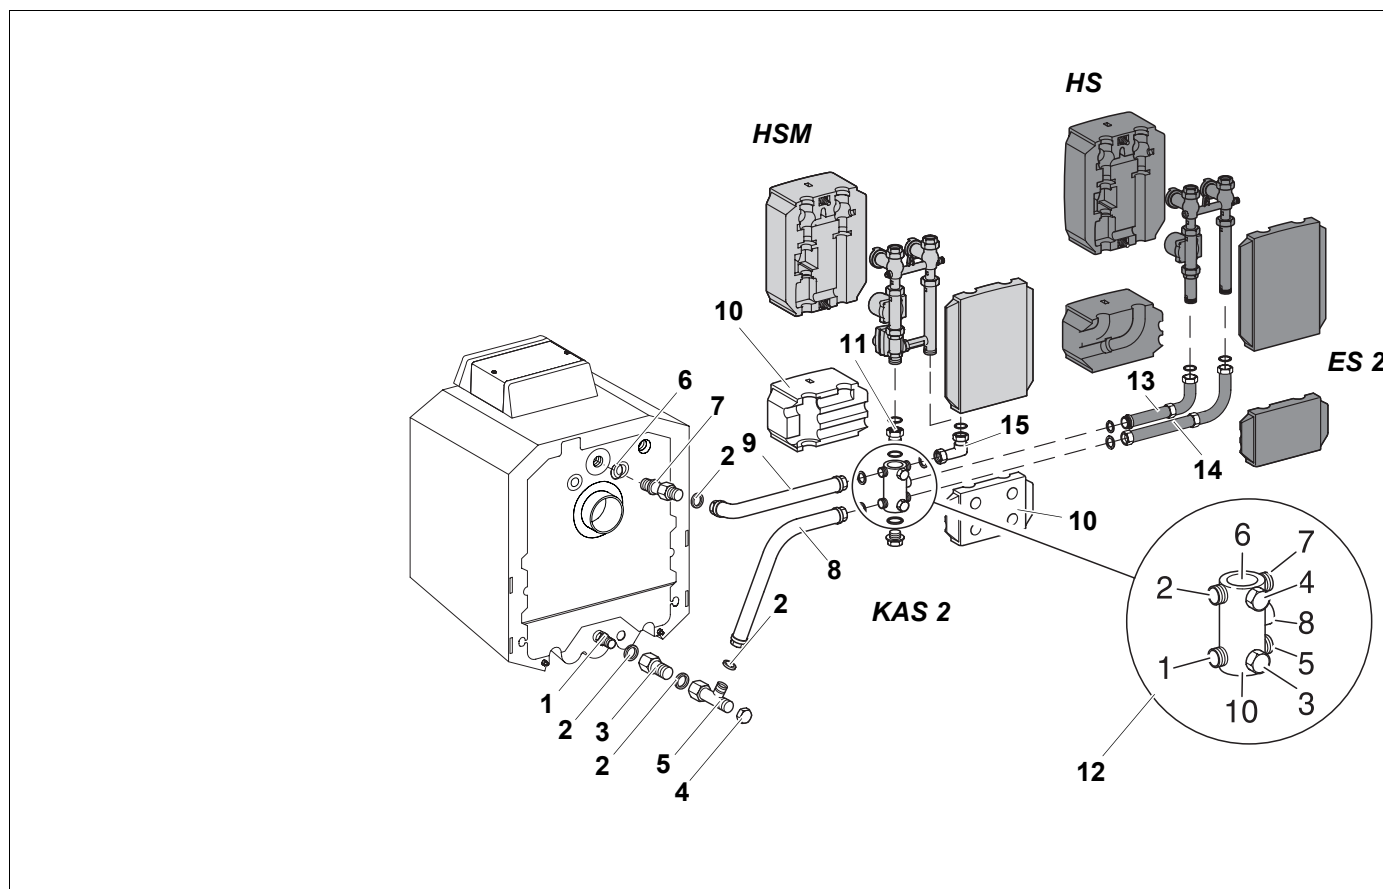

Рис. 7 Монтаж сбоку поперек слева от котла
- Уложить уплотнения в переходник (11) и в уголок (15).
- Привернуть комплект со смесителем (HSM) или без него (HS) в соответствии с рис. 7.
- Двойной ниппель (13) с кольцом привернуть к штуцеру N 8 на гребенке.
- Смонтировать отвод с уплотнением (длинная сторона) (рис. 7).
- Уложить уплотнение в соответствии с рис. в резьбовое соединение промежуточного участка (14) и привернуть промежуточный участок к штуцеру N 5 многофункциональной гребенки.
- Смонтировать отвод с уплотнением (короткая сторона) (рис. 7).